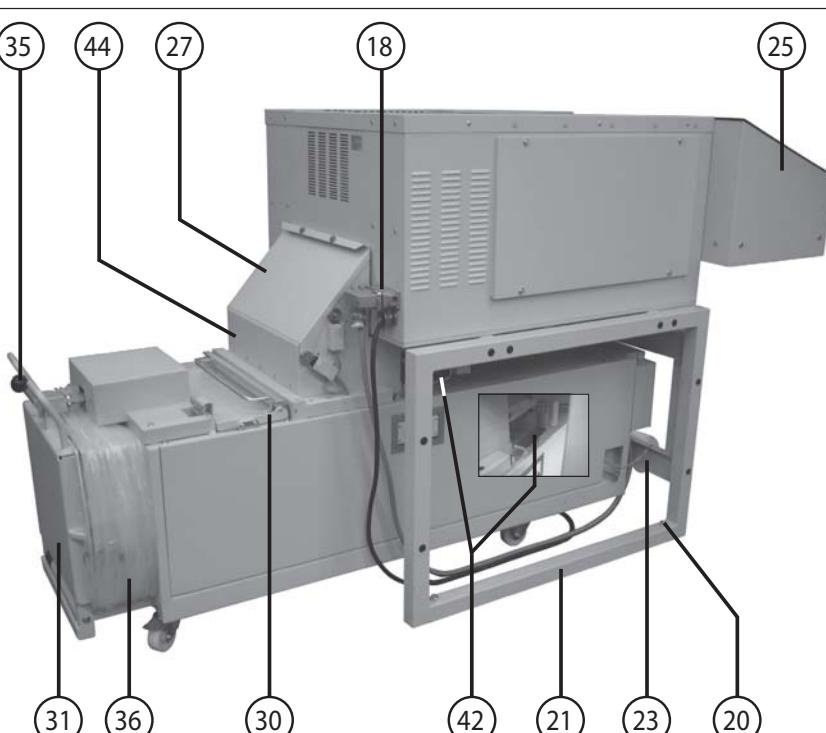

Fig. 2
- 18 = Presa (fig. 2)
- 20 = Vite di compensazione (fig. 2)
- 27 = Sportello di copertura (fig. 2 e 5)
- 30 = Porta di riempimento (fig. 2)
- 31 = Porta di rimozione (fig. 2)
- 35 = Leva di chiusura (fig. 2)
- 36 = Leva di chiusura (fig. 2 e 14)